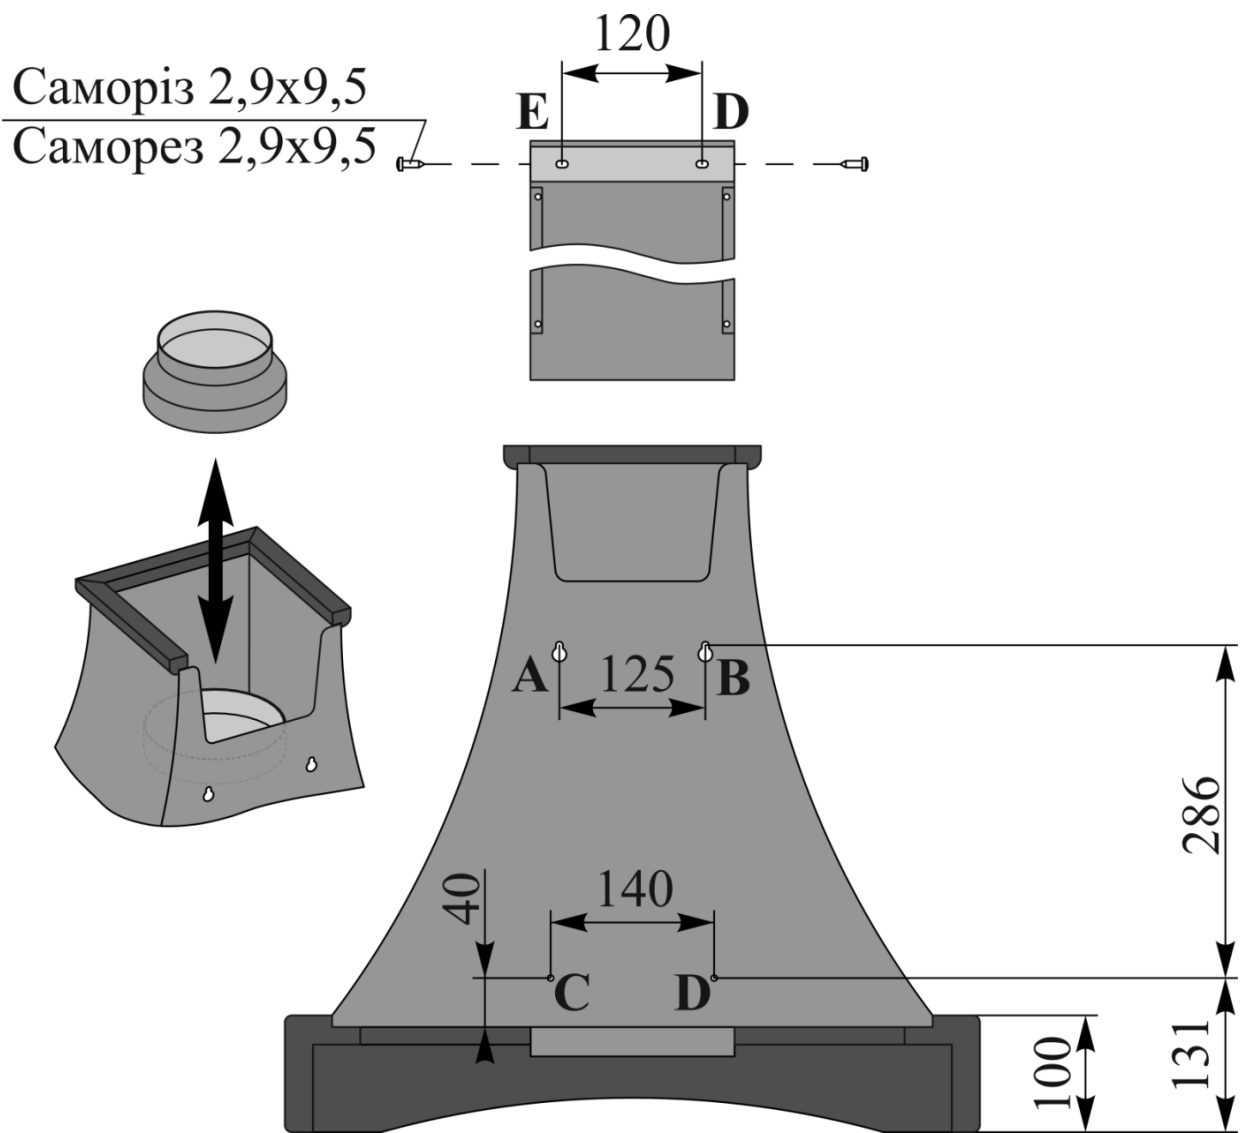

Рис.5
- 6.3 Проведите разметку крепежных отверстий корпуса на стене кухни. Для этого изготовьте бумажный шаблон с координатами 4-х отверстий на задней стенке корпуса (точки А, В, С, D); приложите шаблон к стене на необходимой установочной высоте, указанной ранее, и выровняйте по уровню (рис.5).
6.8 Вставьте кожух дымохода в нишу корпуса так, чтобы он закрывал воздуховод вентиляции, и разметьте по пазам планки кожуха **2** отверстия под крепления (т. E, F)_(рис.5).
6.11 Установите кожух в нишу корпуса, совместите с планкой кожуха и соедините их с боков **2-ма шурупами (саморезами) ПКГ 2,9x9,5** (рис.5).